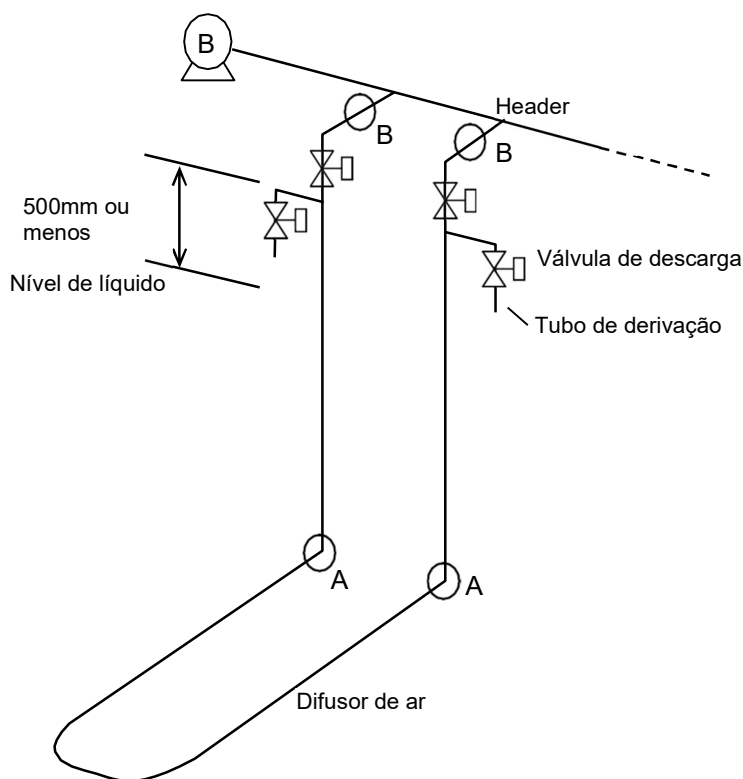

Fig.IV-9 Exemplo de Tubulação para Difusor de Ar
(1) Disposição de Tubulação dos difusores de ar
A tubulação do dispositivo de fornecimento de ar (soprador) é conectado aos difusores de ar através de duas flanges (A) (ver Fig.IV-9). Ao utilizar difusores de polipropileno, recomenda-se usar tubulações de plástico resistente ao calor e/ou tubulações/juntas flexíveis para facilitar a conexão com a flange sem aplicação de força no difusor de ar. Recomenda-se instalar na linha de ar a flange (B) acima do nível do líquido visando desconectá-la caso seja necessário içar os módulos.
Para facilitar a limpeza dos difusores de ar, instale tubos de derivação e válvulas conforme Fig. IV-9. Recomenda-se que estas válvulas estejam localizadas a menos de 500 mm acima do nível d'água. Também é altamente recomendável que estas válvulas sejam automáticas associadas ao circuito de controle do CLP no sistema automático de limpeza. Consulte o item VIII-2 para verificar o procedimento de limpeza dos difusores de ar.